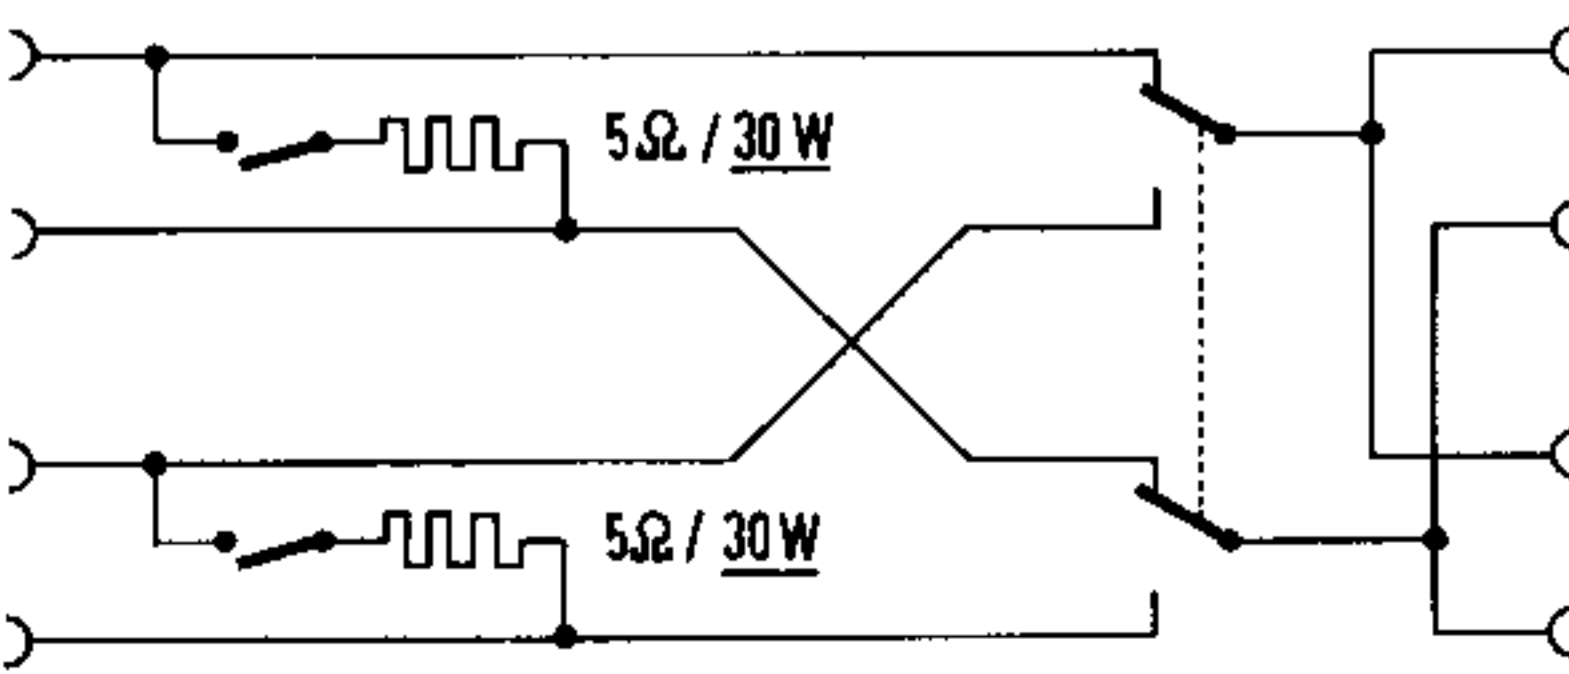
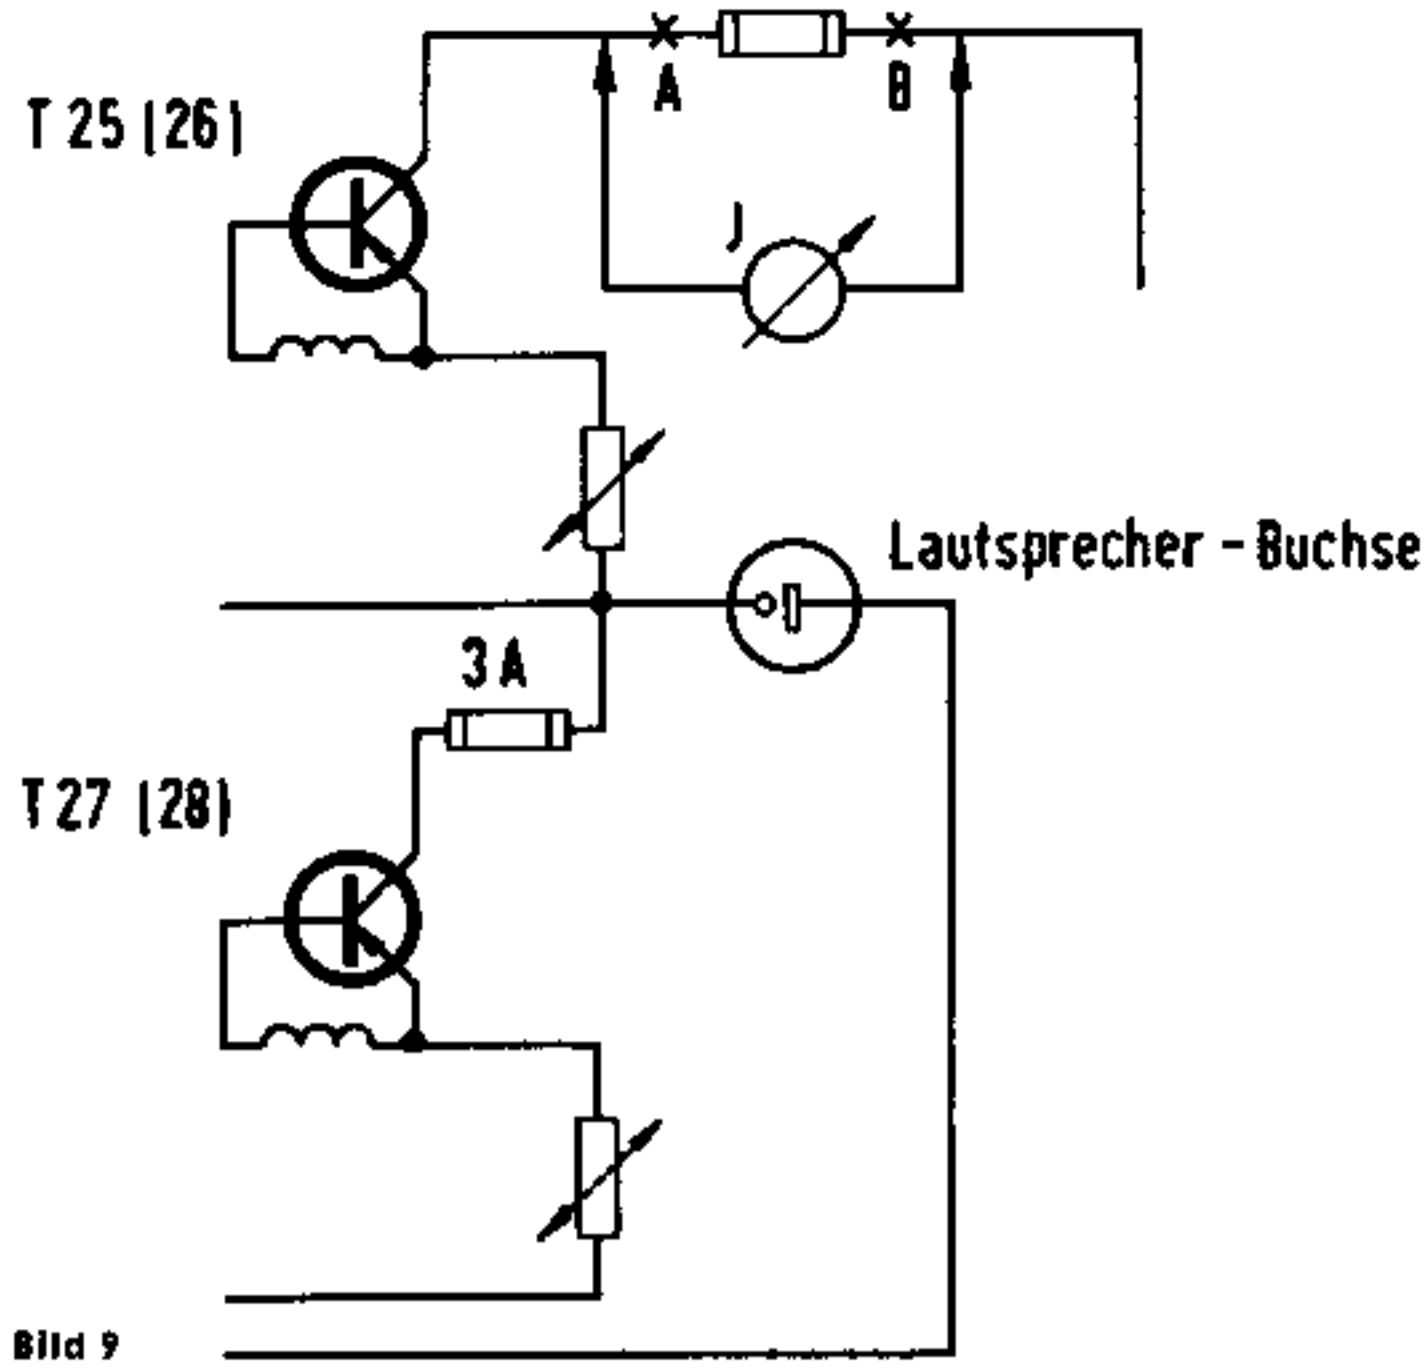

Bild 8
Bild 9
Die Schaltung nach Bild 8 mit den 5-Ω-Belastungswiderständen wird an die Lautsprecherbuchsen des einzustellenden Verstärkers angeschlossen. Die Sicherung zwischen Punkt A und B (Bild 9) wird ausgelötet und ein Strommesser (Multavi) angeschlossen.
An einen der Meßausgänge in der Schaltung nach Bild 8 wird ein Voltmeter mit Nullpunktmitte (UV 4) gelegt. Die beiden Belastungswiderstände 5 Ω sind abzuschalten. Der Abgleich wird nun folgendermaßen durchgeführt: Mittels des Widerstandes R 445 (446) wird ein Strom (Bild 9) von 40 mA eingestellt und anschließend die Symmetrie mit dem Regler R 437 (438) Nullabgleich des Voltmeters mit Nullpunktmitte). Da beide Einstellungen nicht unabhängig voneinander sind, müssen sie etwa zweimal wiederholt werden. Sind die Einstellwerte in Ordnung, wird die Sicherung wieder eingelötet und an den Lautsprecher-Buchsen nochmals die Symmetrie kontrolliert. Es darf keine Gleichspannung anliegen.
Alle oben beschriebenen Prüf- und Einstellarbeiten sind sehr gewissenhaft durchzuführen. Über die Anschlußleitung (Bild 13) in den Tunereingang (Kontakt 3—5) ist eine Signalspannung von 1 kHz derart einzuspeisen, daß an den Ausgängen (Schaltung Abb. 8) eine Spannung von 8,6 V für den SV 40 gemessen wird. Um nun zu kontrollieren, ob der Sinus in Ordnung ist, dreht man die Eingangsspannung soweit auf, daß die Ausgangsspannung zu begrenzen beginnt. Der Beginn der Begrenzung liegt bei Verstärkern, die einwandfrei sind, merklich über der angegebenen Ausgangsspannung für Vollaussteuerung. Wenn nun nach Prüfen des Fremdspannungsabstandes nichts zu beanstanden ist, kann man fast sicher sein, daß der Klirrfaktor nicht über der zulässigen Grenze liegt.